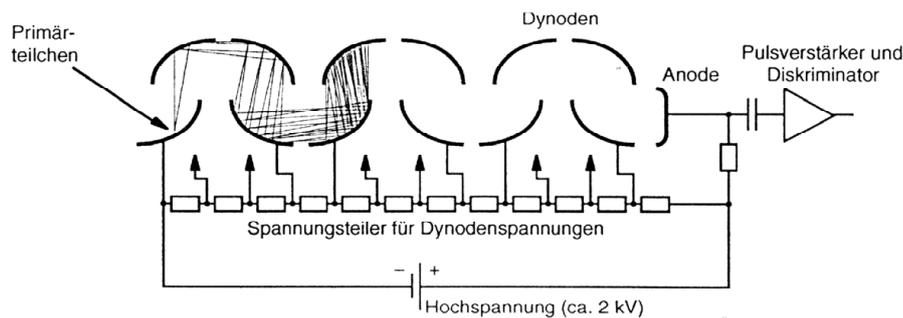

Abbildung 9: Aufbau eines Sekundärelektronenvervielfachers.
Sekundärelektronenvervielfacher (SEM): Dieser wird für Elektronen, Ionen und Photonen genutzt. Seine Elektroden (Dynoden) sind aus Keramik und haben eine hohe Ausbeute an Sekundärelektronen (SE). Das Primärteilchen trifft nun die erste Elektrode, wodurch SE emittiert werden, welche durch eine angelegte Hochspannung (~ 2 kV) über die Dynoden auf die zweite Dynode beschleunigt werden (siehe Abb. 9).